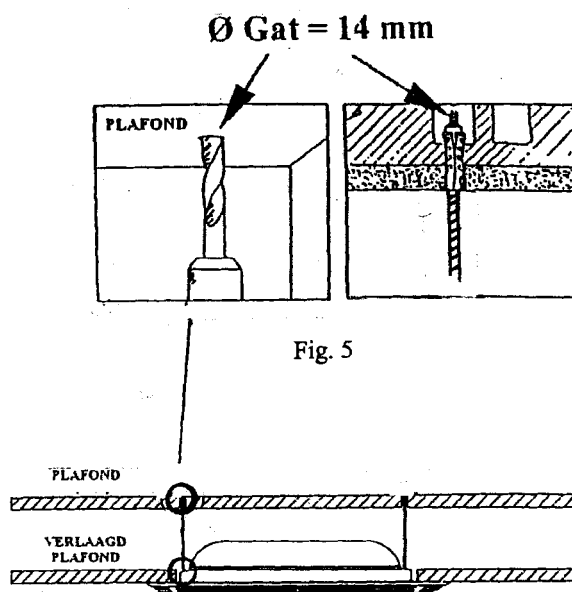
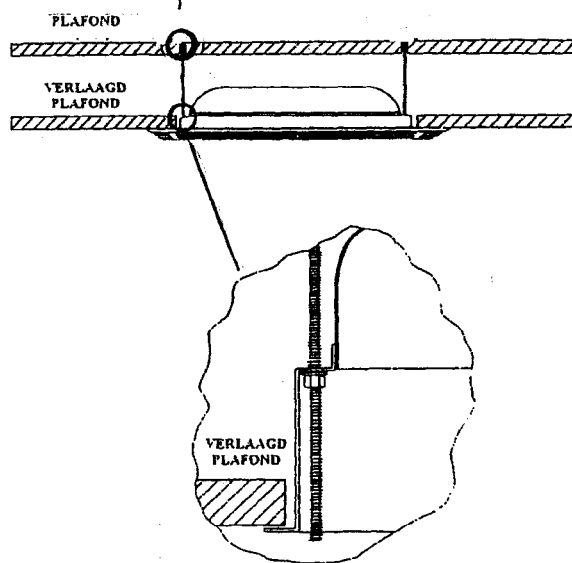

Fig. 5
Fig. 6
- Boor 4 gaten van $\varnothing 14$ mm in het plafond, volgens fig. 5, en plaats de 4 draadstangen in de gaten. Voor het afstellen van de luchtreiniger tussen het plafond en het systeemplafond dienen de draadstangen vooraf niet ingekort te worden (fig. 6).